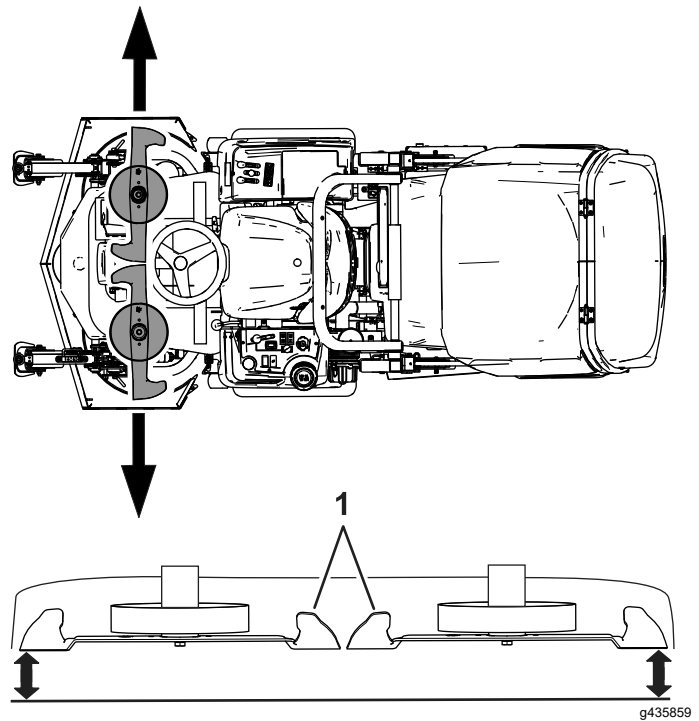

Bild 102
3. Stellen Sie ein seitliches Messer auf die äußerste Stellung (Bild 102).
4. Messen Sie den Abstand zwischen dem Boden und dem äußersten Punkt der Schnittkante des Messers (Bild 102).
5. Fluchten Sie das Seitenmesser an der anderen Seite des Mähwerks mit der äußersten Stellung aus (Bild 102).
6. Messen Sie den Abstand zwischen dem Boden und dem äußersten Punkt der Schnittkante des Messers mit einem Messklotz (Bild 102).
8. Messen Sie den äußersten Punkt der Schnittmesseranten (Bild 102).